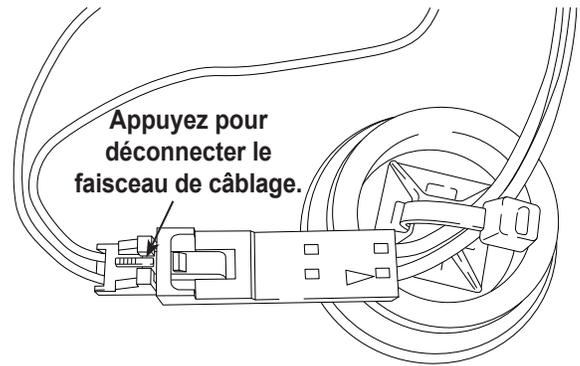

Figure 23
6. Déconnectez le faisceau de fils sur le connecteur en appuyant sur la languette centrale. Retirez les connecteurs. Voir la figure 23.